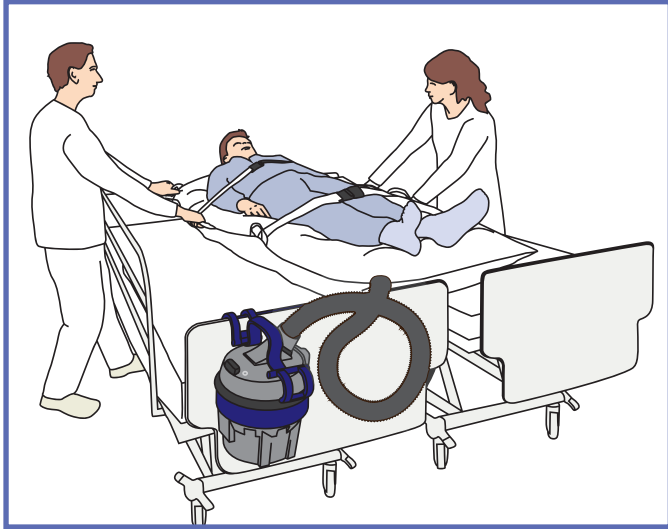

Fig. 16
- 13) **Lado receptor:** levante el colchón *Maxi Air* cuando se encuentre aproximadamente en el centro de la superficie receptora (consulte la “Fig. 16”).